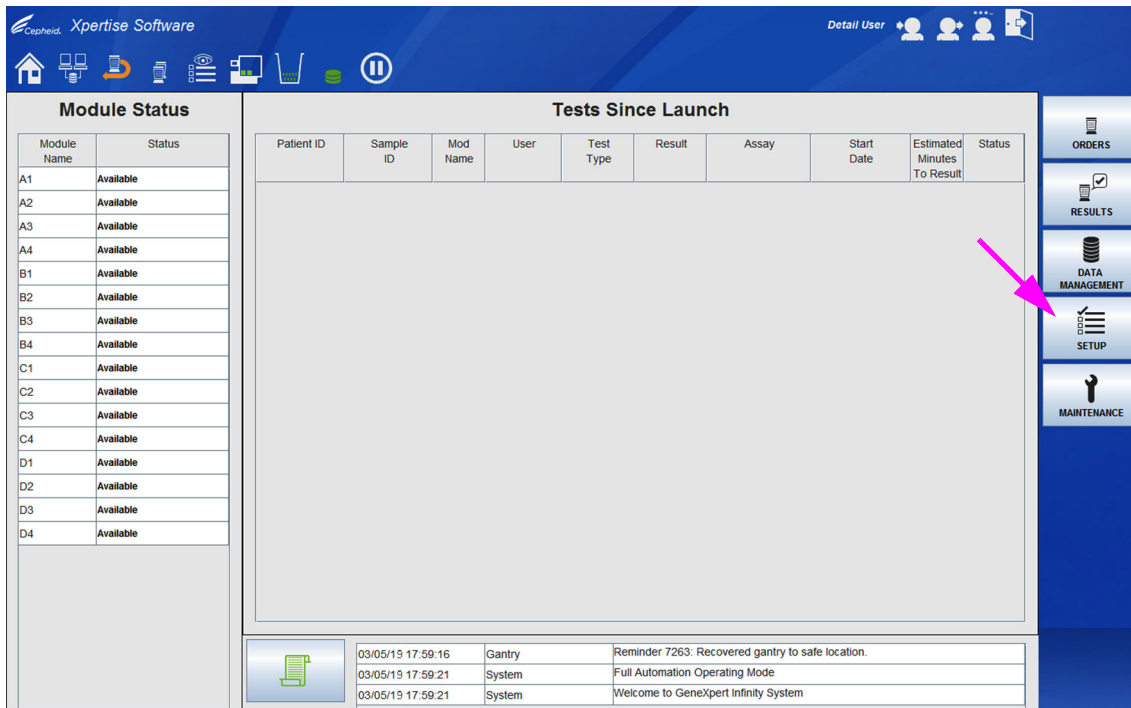

図 5-90. Xpertise Software ホームワークスペース
1. Xpertise Software ホームワークスペース (図 5-90 を参照) で、**セットアップ (SETUP)** ボタンを選択します。セットアップ (Setup) メニューが表示されます。図 5-91 を参照。